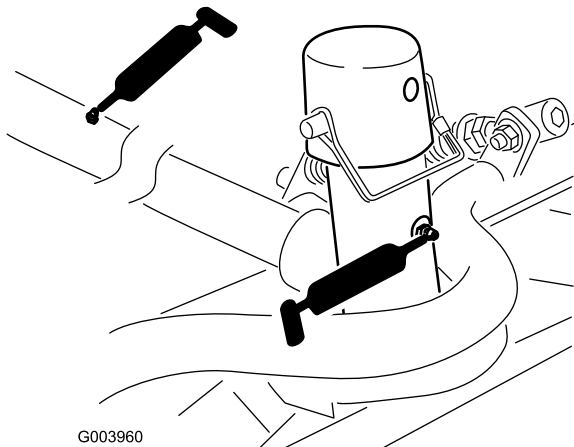

Figure 47
- Bâti porteur de plateau de coupe et pivot (x 2) (Figure 47)